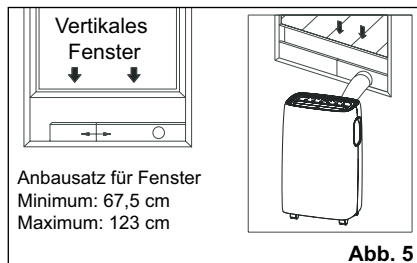

Abb. 5
4. Verbindungsstück A in den Anbausatz für Fenster befestigen und schließen. (Abb. 5 und 6)